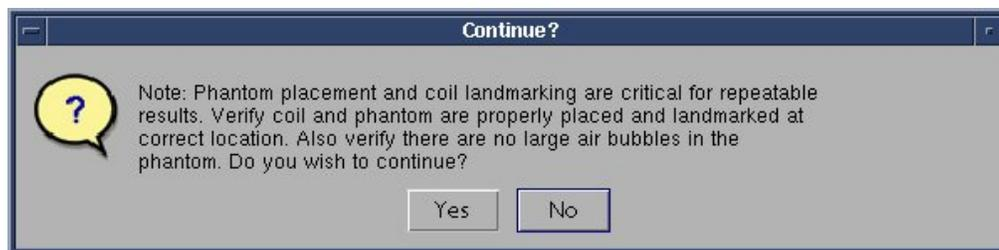

Figura 4
14. Tras el inicio, aparecerá una nota indicando “Phantom placement and coil landmarking are critical for repeatable results” (La colocación del fantoma y el registro de la posición de la bobina son esenciales para obtener resultados repetibles). Si el registro de la posición de la bobina se ha realizado correctamente y no hay burbujas de aire en el fantoma, haga clic en **[Yes]** (Sí) para continuar. (Figura 4).